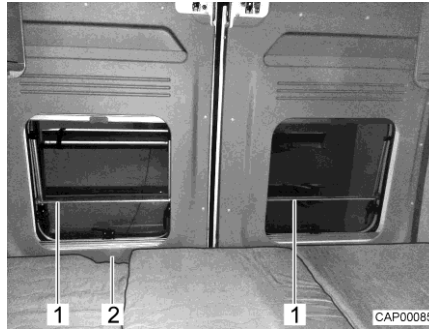

Fig. 57 Protection antichute (lit ar-rière longitudinal)
- ▷ Les fenêtres des portes arrière sont dotées d'une protection antichute (Fig. 57,1). La porte arrière peut être ouverte de l'intérieur au moyen de la poignée (Fig. 57,2).